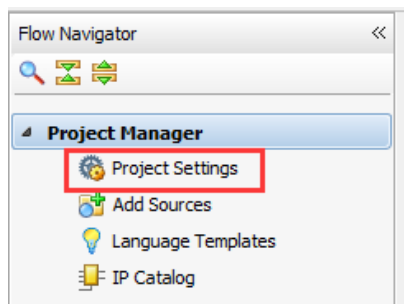

图 2-6 设计向导栏选项
1) 在 Vivado 设计界面的左侧设计向导栏中，如图 2-6，点击 Project Manager 目录下的 Project Setting。